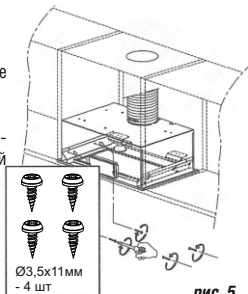

рис. 5
- Установите КВ вместо нижней панели подвесного элемента мебели (рис.4) и закрепите КВ винтами самонарезающими Ø3,5x11 (рис. 5).